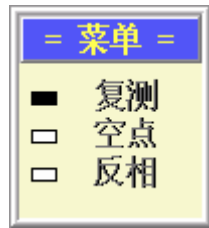

图 4.16 功能选择菜单
3. 跨缝和不跨缝数据浏览时，用[5]、[6]键可以将光标移到不同的测点处，以对数据进行查看、同时该测点的波形显示在波形显示区域内，测点处按[确认]键出现功能选择菜单（如图 4.16），用[5]、[6]键在功能之间切换，[确认]键选择此功能，[返回]键直接返回。
在测点处按**确认**键出现图 4.16 提示框后，选择空点功能将该测点置为空点，置为空点的测点不在参与分析计算。